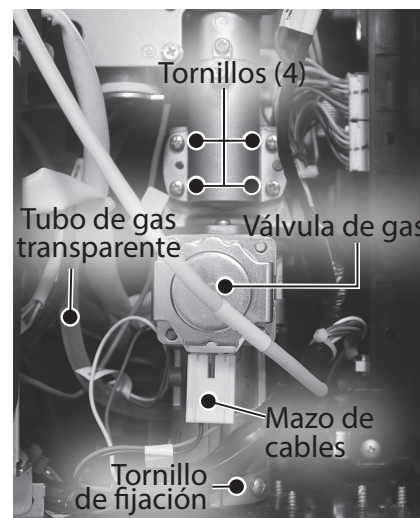

Figura 89 - Ubicación y conexiones de la válvula de gas
- 16 Ubique la válvula de gas en el lado inferior derecho del calentador de agua. Consulte la Figura 89.